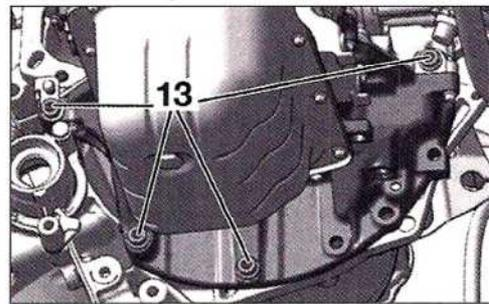

FIG. 6
- Desmontar las fijaciones inferiores (13) de la caja de cambios (Fig.6).